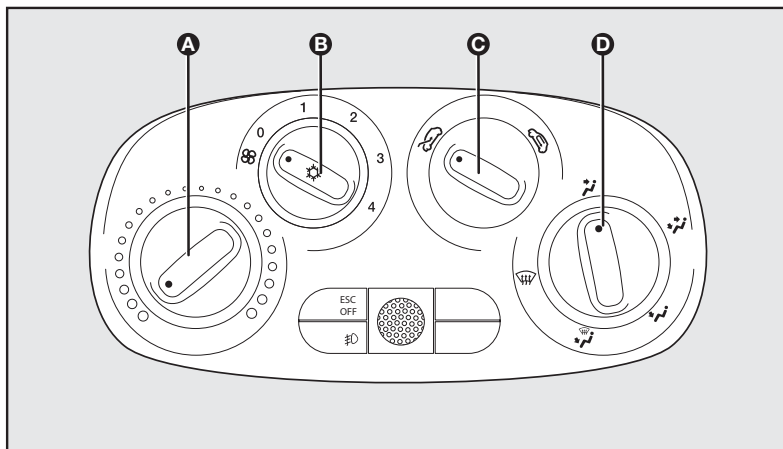

fig. 33
COMANDOS - fig. 33
O ar-condicionado é muito útil para acelerar o desembaçamento, pois desumidifica o ar. É suficiente regular os comandos para a função de desembaçamento e ativar o condicionador, apertando o seletor **B-fig. 33**.
- 1) Condicionador de ar ligado: seletor **B-fig. 33**.